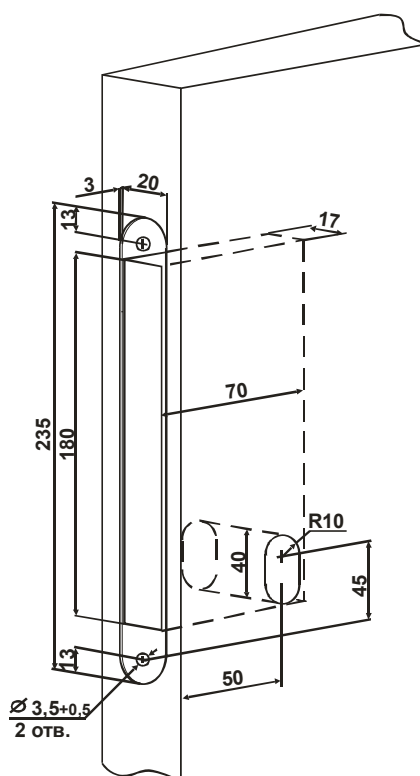

Рис. 3
- Выбрать паз в двери под корпус замка в соответствии с (рис. 3).
- Выполнить сквозное отверстие для установки евроцилиндра, согласно (рис. 3).